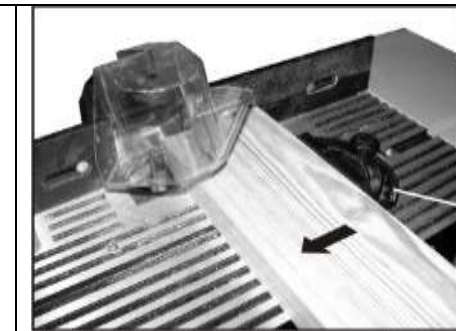

Рис.6
14.2. Торцевое фрезерование (поперек волокон) (Рис.6).